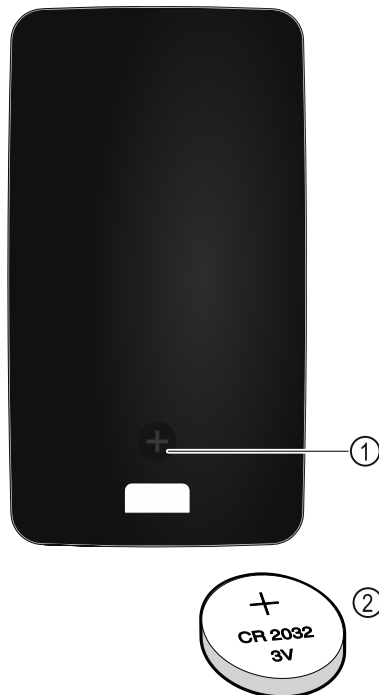

Fig. 223
Kaugjuhtimissüsteemi vooluvarustus toimib patareilt tüüp CR 2032 3V Fig. 223 (2), mis on saadaval erialakaubanduses.
- Keerake kruvi Fig. 223 (1) kaugjuhtimispuldi tagaküljel välja.